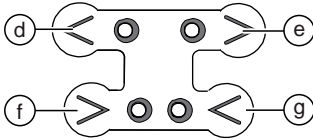

Abb. 3: An-Rückstell-LED und Tasten
4. Halten Sie die Tasten so lange gedrückt, bis die LEDs an den Anstelltasten blinken (Abb. 3).